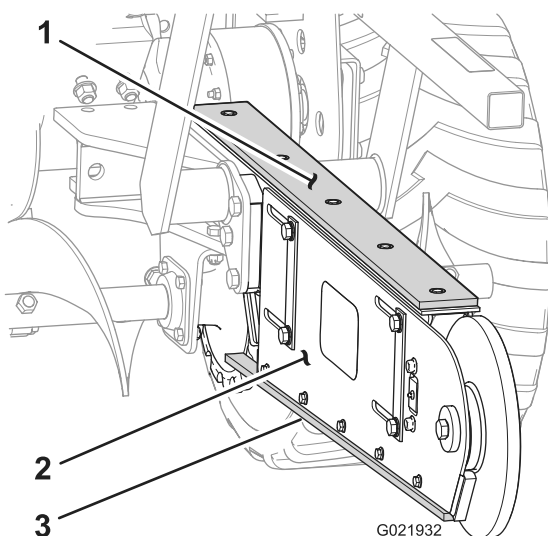

Figure 37
1. Soulevez la chaîne au niveau de la bande d'usure au sommet de l'élinde, et vérifiez l'état ou l'usure excessive de la bande d'usure (Figure 37).
2. Vérifiez l'état et l'usure excessive du profilé d'usure au bas de l'élinde (Figure 37).